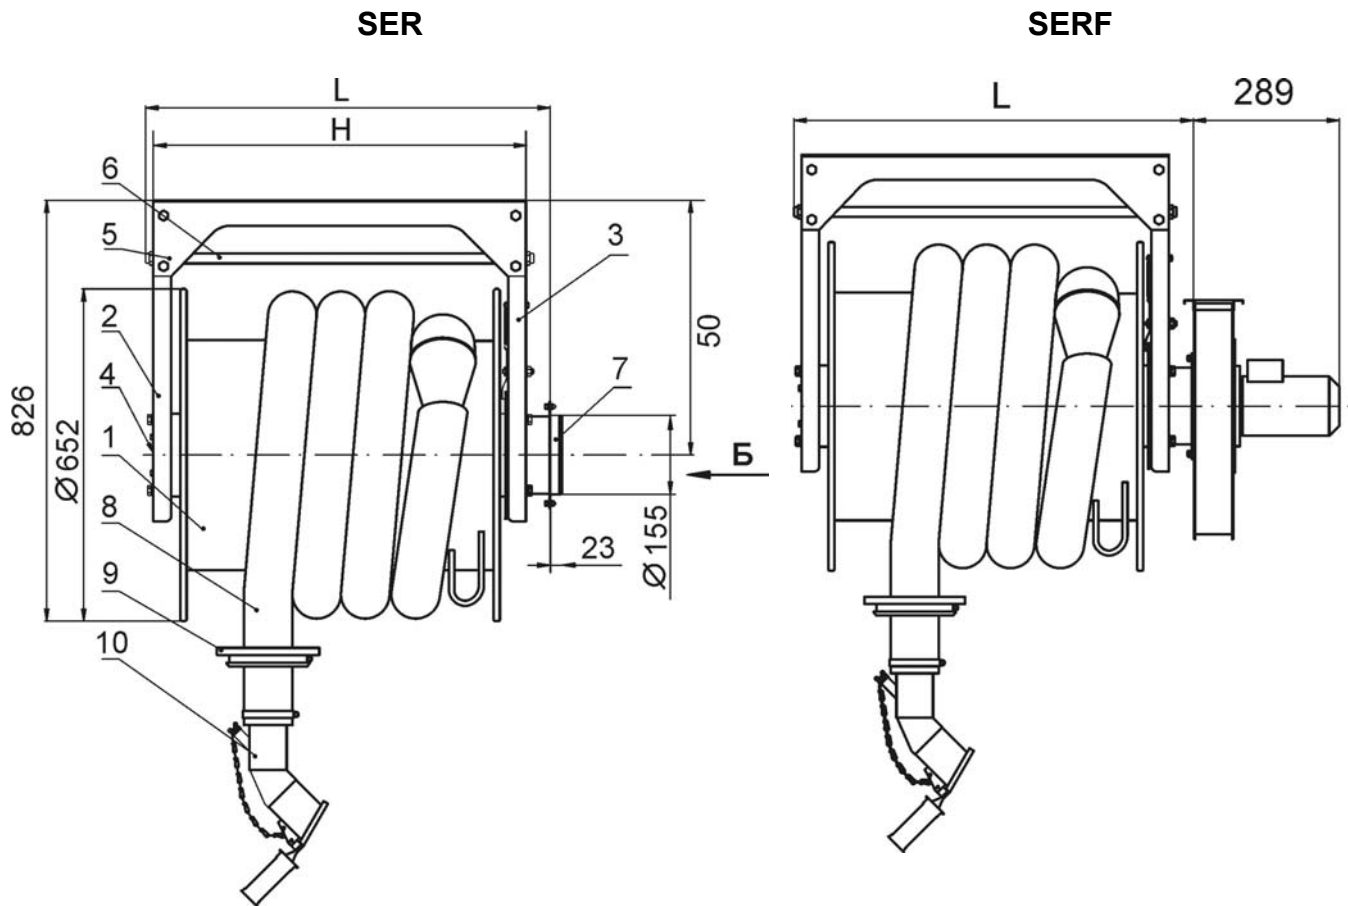
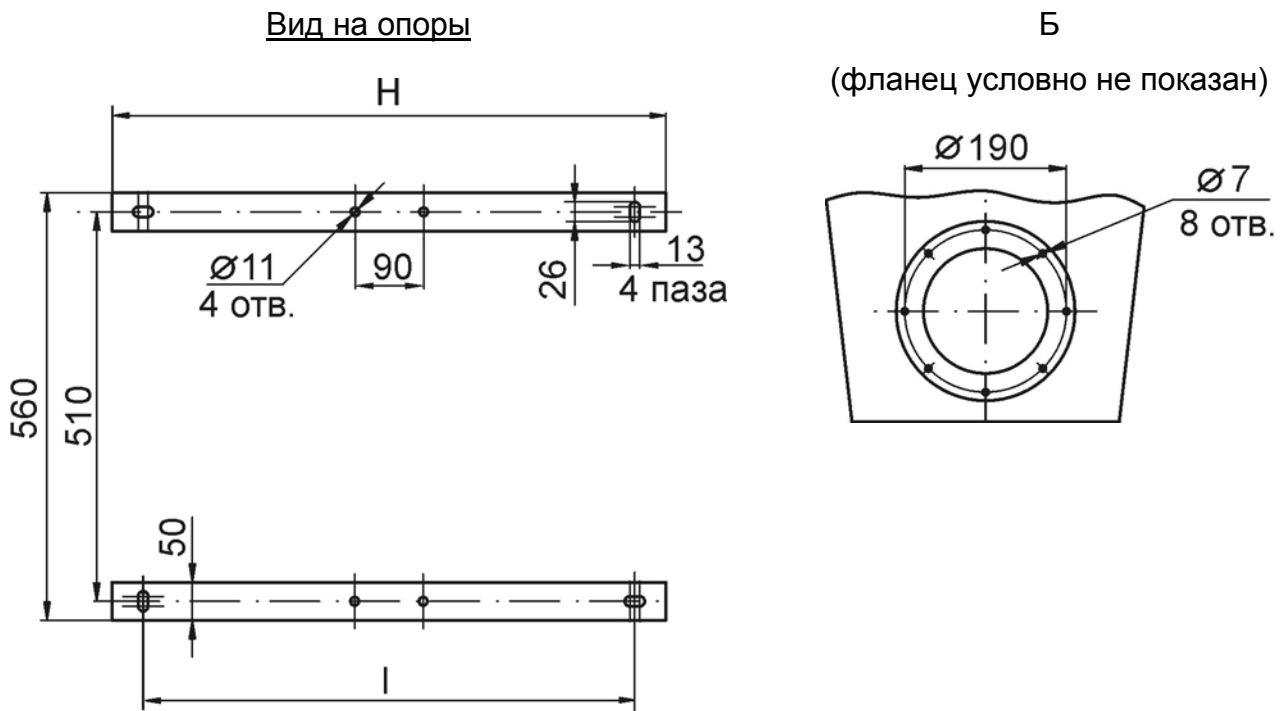

Рис. 2.1
Рис. 2.2
2.3. Габаритные и присоединительные размеры вытяжной катушки SER приведены на рис. 2.1, рис. 2.2 и в таблице 2.2.
3.1. Вытяжная катушка SER состоит из следующих основных узлов и деталей (см. рис. 2.1):